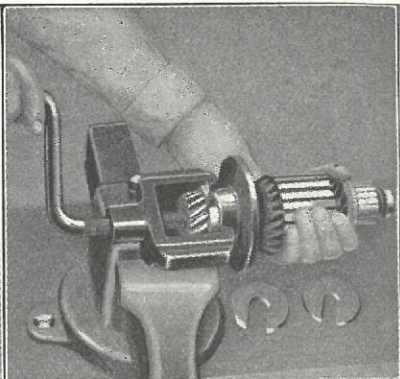

Fig. 454
- 909** Træk Drevet af Dynamoakslen ved Hjælp af en Aftrækker (Fig. 454).